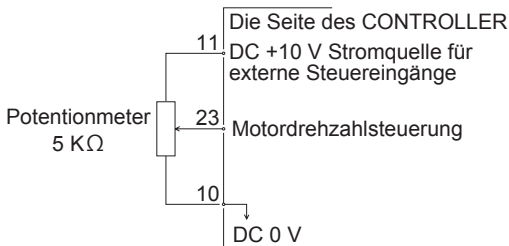
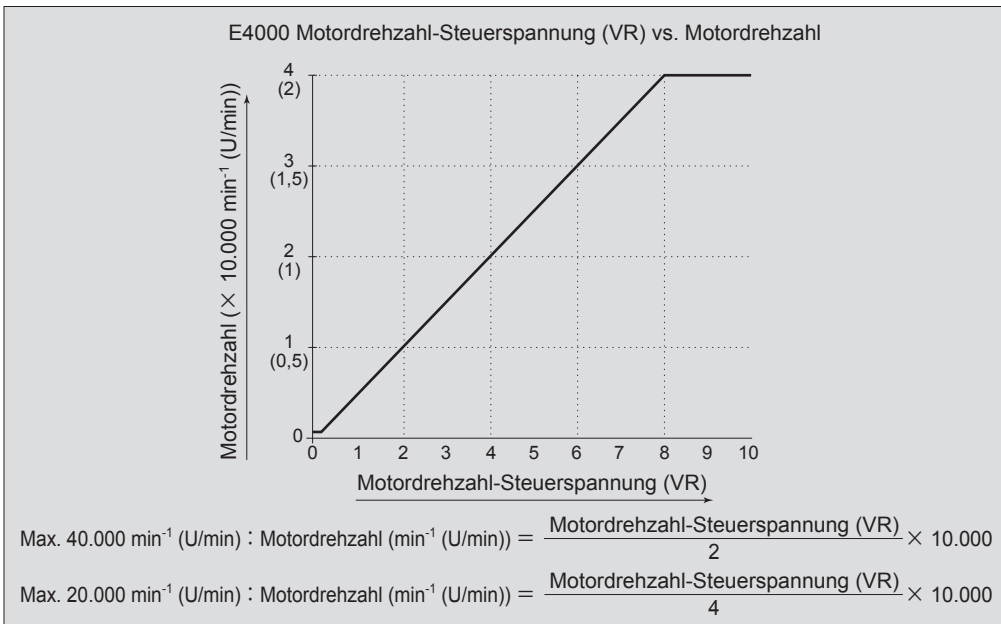

Abb. 29
Abb. 31
- ④ Motordrehzahl-Steuersignal
Die Drehzahl kann durch Anlegen von Analogspannung an "Motordrehzahl-Steuerspannung (VR)" gewählt werden. Siehe Abb. 29, 30 für die Anschlüsse. Siehe Abb. 31 für die Beziehung zwischen Motordrehzahl und "Motordrehzahl-Steuerspannung (VR)".